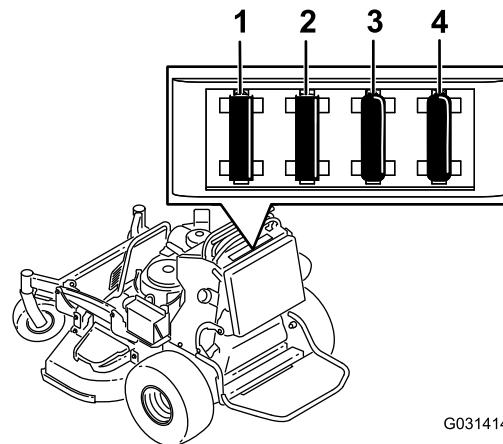

図 50
2. ヒューズを引き出して外し、点検・交換する **図 50**。
注 正しい規格のヒューズが付いていることを確認する **図 50**。